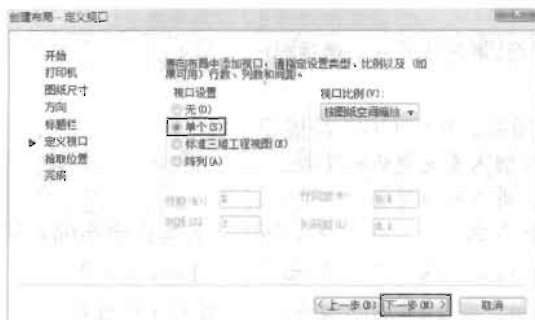

图 16-31
(5) “创建布局-标题栏”对话框用来选择图纸的图框及标题栏的式样。在对话框内的图框名列表中,AutoCAD 提供了 20 余种不同的图框让用户选用,并在右侧的预览框中显示所选图框的预览图像。如果用户不需要图框,则可选“无”。在对话框的下面有一个“类型”域,在域中的选项可指定所选的图框是作为块还是作为外部参照插入到当前的图形中。选择结束后单击“下一步”按钮,屏幕上接着显示“创建布局-定义视口”对话框,如图 16-31 所示。